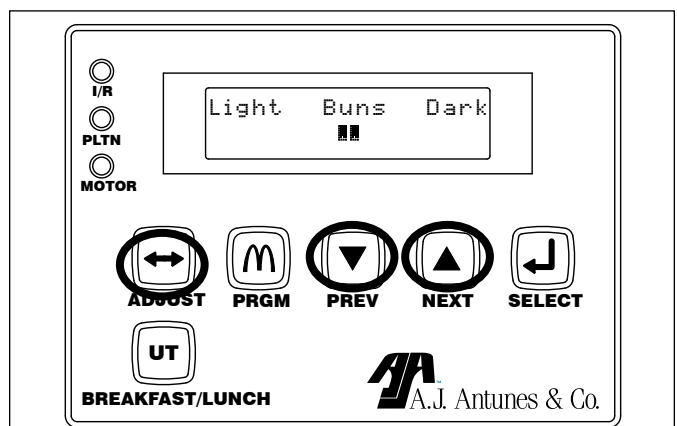

Figure 4. Réglage de la qualité du grillage
2. Appuyer sur la touche **ADJUST** puis la relâcher (figure 4).
3. Utiliser les touches **PREV** et **NEXT** pour modifier la qualité de grillage à moins ou plus, respectivement (figure 4).